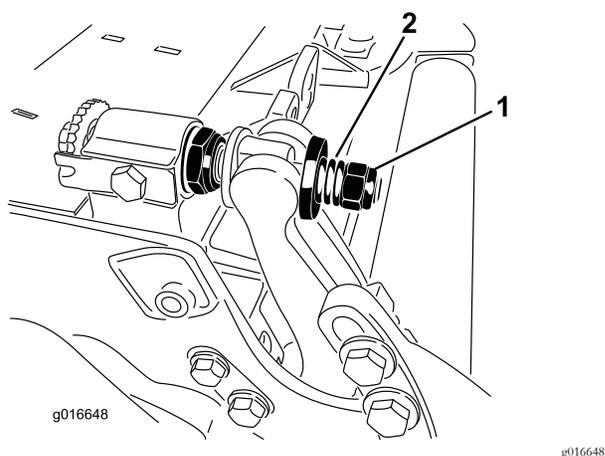

図 33
4. スプリングがつぶれるまでテンションナットを締め、そこから半回転戻す 図 33。